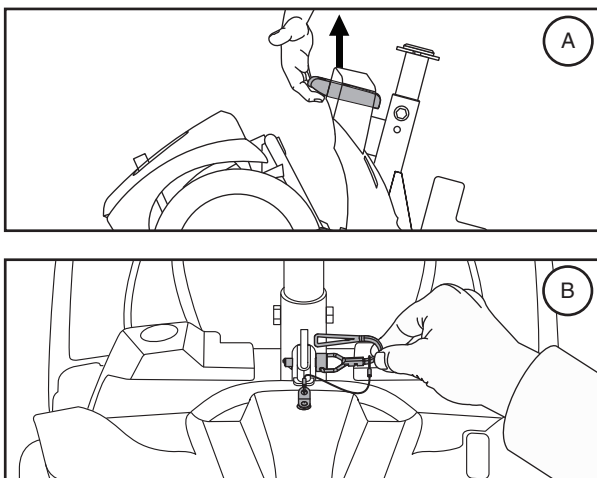

Figure 27. Levier de blocage du cadre (Style A) et libérez la goupille de verrouillage de blocage du châssis (Style B)
3. Retirez la goupille de verrouillage du châssis (pour le modèle 104). **Voir la figure 27.**
1. Positionnez les sections. **Voir la figure 27.**
2. Soulevez la section avant par le levier de blocage (ou le mât du siège sur le modèle 104) et alignez les crochets avec la tubulure de la section arrière. **Voir la figure 27.**